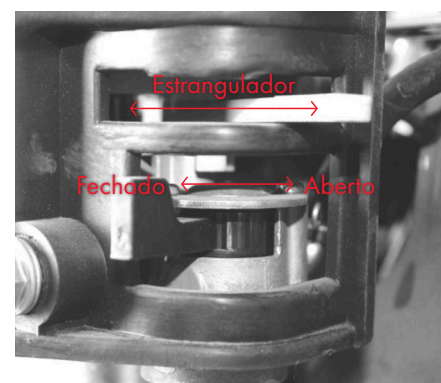

Figura 4
Rode a válvula de combustível para a posição «ON», seguindo a direção da seta indicada na Figura 4.
7.1.6 ARRANQUE DO MOTOR (CONSULTE A FIGURA 4)